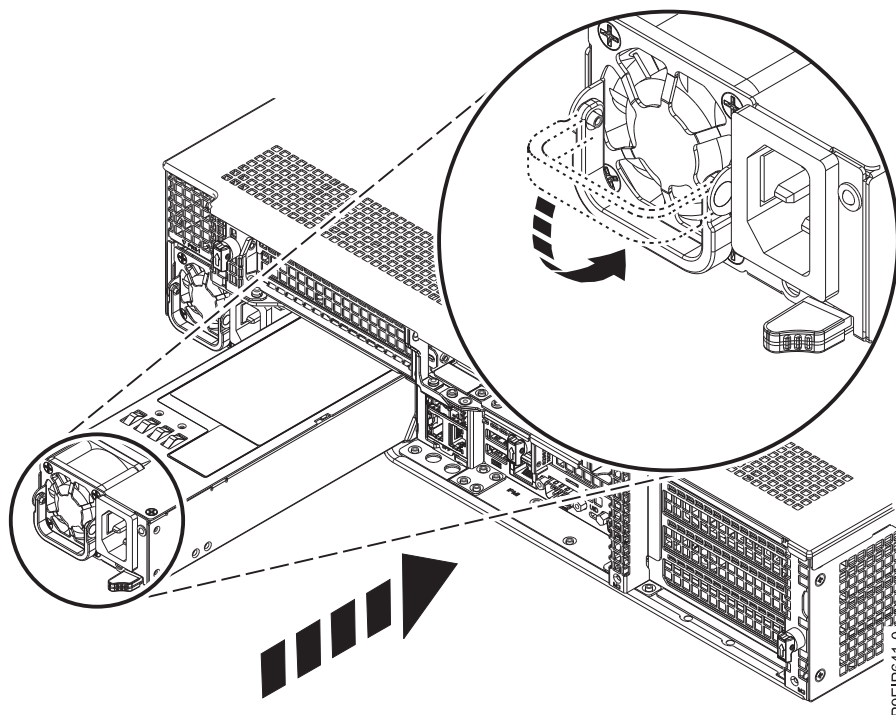

Figura 62. Substituindo a fonte de alimentação no sistema
2. Alinhe a fonte de alimentação com o compartimento conforme mostrado na Figura 62. O ventilador está à esquerda; o plugue está à direita. Deslize a fonte de alimentação no sistema até que a trava seja bloqueada no lugar.